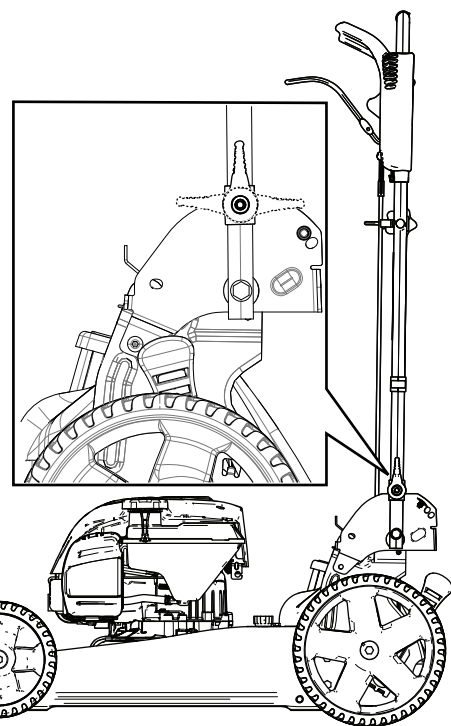

図 20
2. 図 20 に示すように、ハンドルを前方に折りたたんで縦位置または完全に前に倒した状態にする。